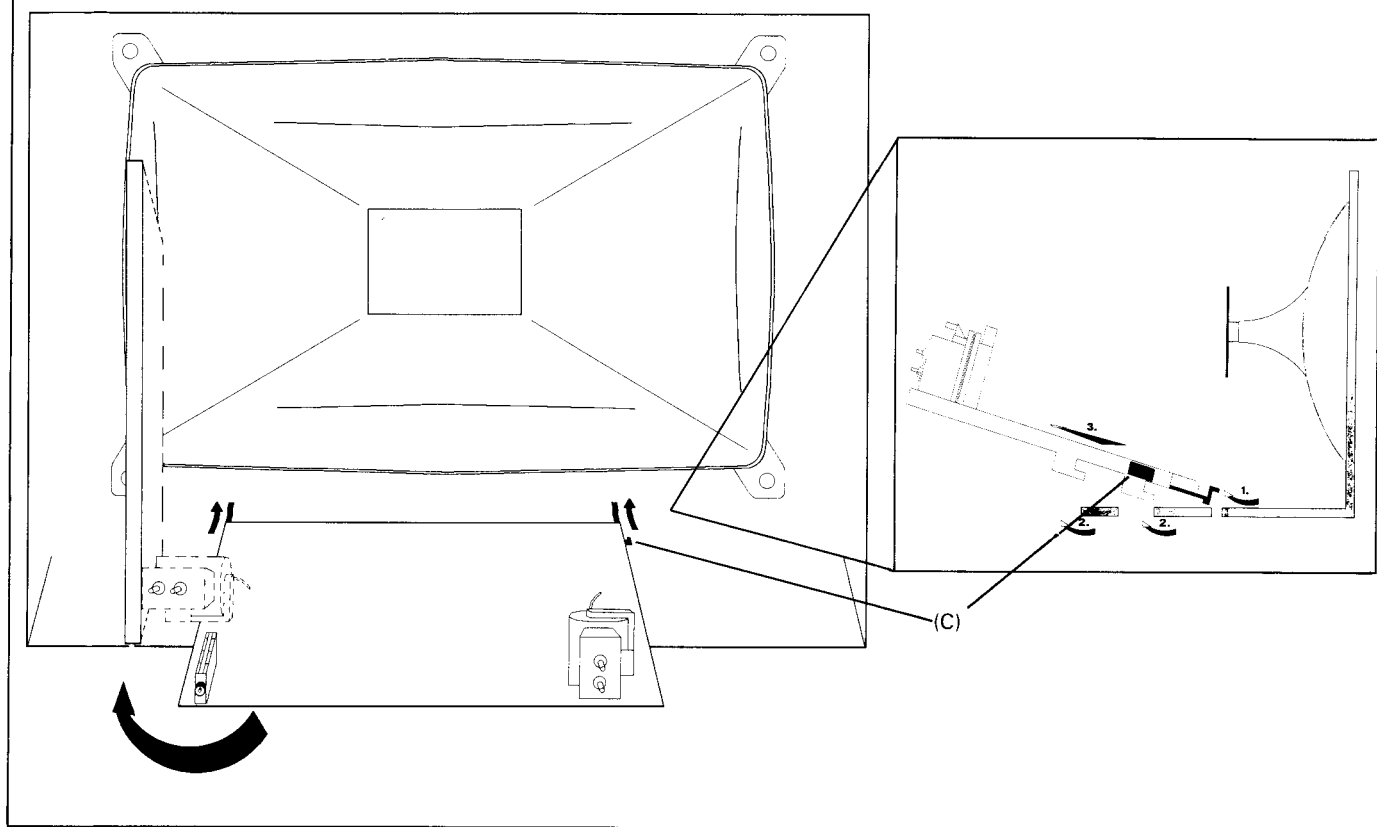

Fig. 4 Abb. 4
1. Locate tabs at far end of chassis, as indicated in Fig. 4, hold and lift tabs then pull out slightly.
1. Die beiden Halteklammern am Chassisende unterhalb der Bildröhre anheben und Chassis nach hinten ziehen. (Abb. 4).